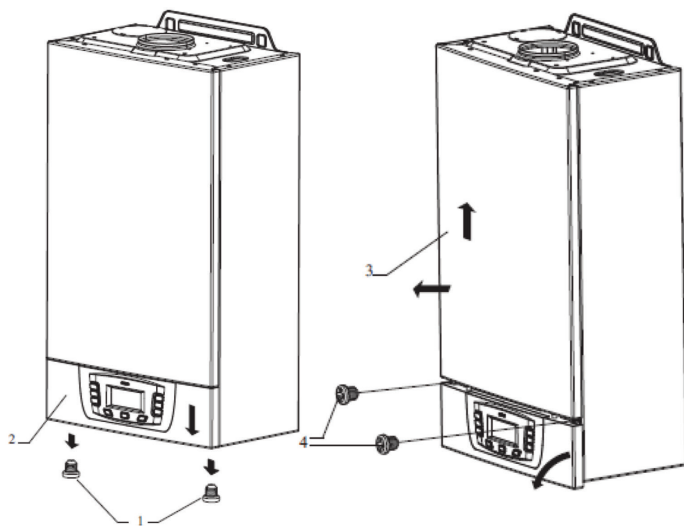

рис.20
- открутите 2 винта в нижней части панели управления (поз.1 рис.20);
- потяните панель управления вниз, чтобы обнажить зажимные винты фиксации (поз.2 на рис.20);
- открутите винты фиксации передней крышки (поз.4 рис.20);
- для снятия передней крышки потяните ее вверх и наружу (поз.3 рис.20);
- откиньте наружу панель управления (поз.2 рис.20).